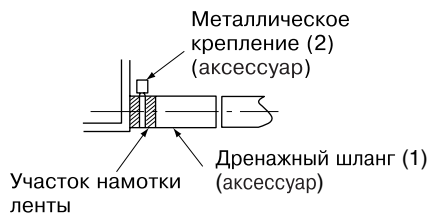

Рис. 22
- Используйте дренажный шланг (1) и металлический зажим (2). Вставьте дренажный шланг в дренажное гнездо до соприкосновения с серой лентой. (См. рис. 22) Затягивайте металлический зажим до тех пор, пока головка винта не приблизится к шлангу менее чем на 4 мм. (См. рис. 23) (Внимательно следите за соблюдением инструкций по монтажу. Проследите за тем, чтобы устанавливаемый металлический зажим не соприкасался с выпускной решеткой.)